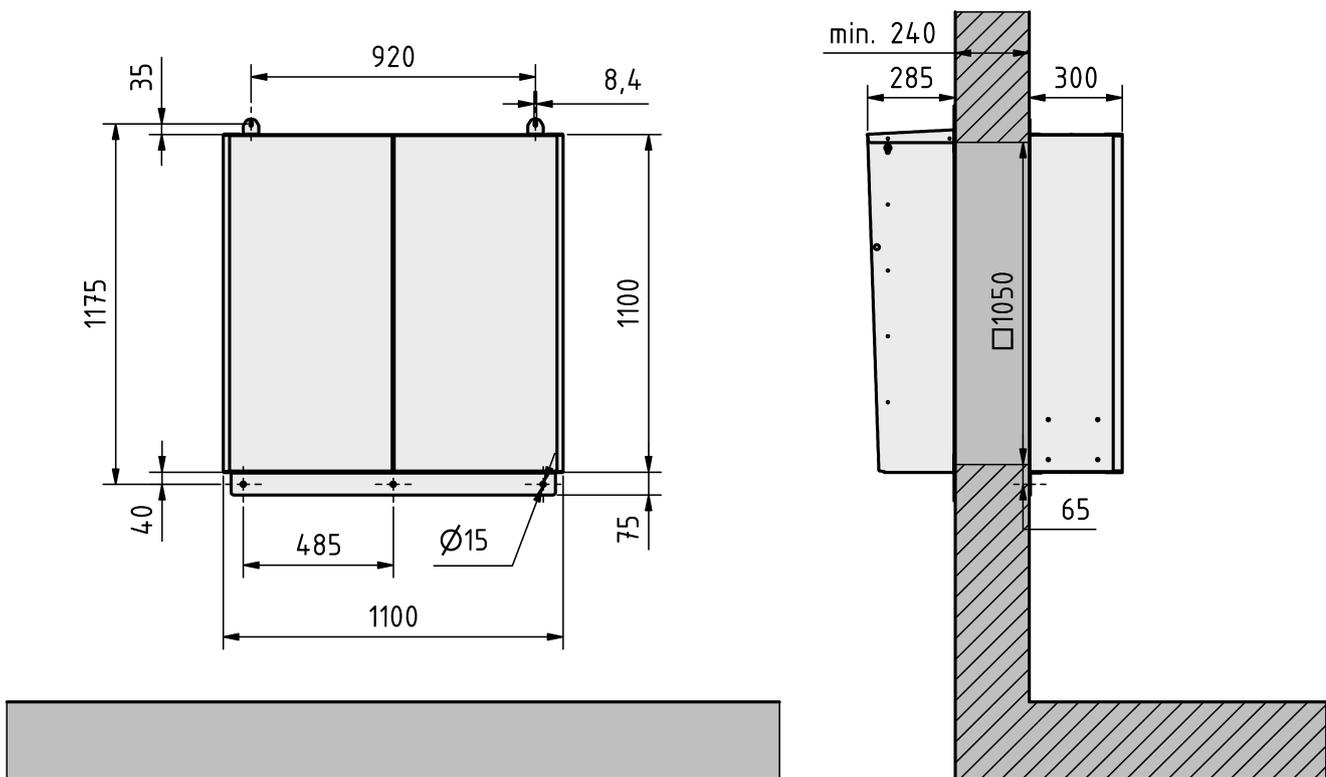

Abb. 2: Abmaße WAX-LI, geschlossen
- Aufstellung: im Gebäude an einer Wand, horizontal ausgerichtet, Türen senkrecht (Abb. 2)